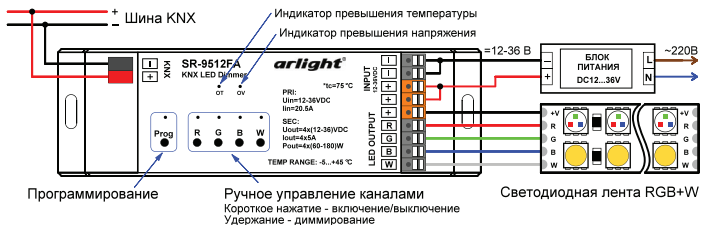

Рис.1. Схема подключения контроллера
- Выполните подключение контроллера в соответствии со схемой Рис.1 и маркировкой на корпусе контроллера.